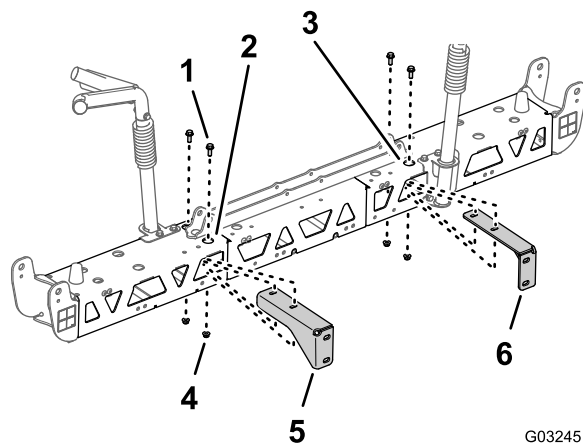

Figura 56
2. Allineate i fori sulla staffa di supporto di destra con i fori sul telaio della trave di destra, come illustrato nella Figura 56.
- Montate la staffa di supporto di destra sul telaio della trave di destra (Figura 56) con i 2 bulloni a testa flangiata ($\frac{3}{8}$ " x 1") e i 2 dadi di bloccaggio flangiati ($\frac{3}{8}$ ") che avete rimosso ai passaggi 2 e 3 di Rimozione delle staffe di supporto dalla sezione di irrorazione centrale (pagina 28).
- Ripetete i passaggi 2 e 3 per la staffa di supporto di sinistra sul telaio della trave di sinistra (Figura 56).